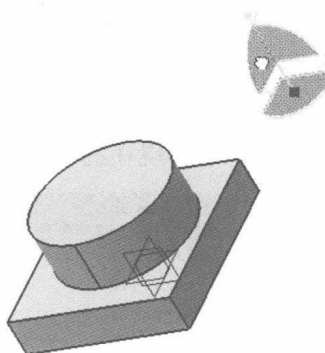

图 2-10 平面移动示意图
(4) 平面移动:如图 2-10 所示,抓住指南针上  $xy$ 、 $xz$ 、 $yz$  任何一平面,则屏幕上的空间及零件可在这个平面上移动。